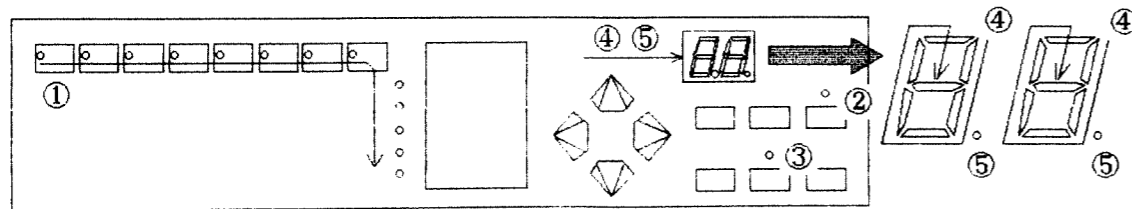

Fig. 2/図2
- 1-1 Upon entering this test, the LEDs are repeatedly turned on and off one by one in the order shown in Fig. 2. Verify intensity of LEDs.
- 1-1 テストモードに入るとすぐに、図2の順(この順番で何度も繰り返す。)で、LEDが1つずつ点灯するので、各LEDが正常に点灯するかどうか確認して下さい。
- B-2 出力波形が、400±20mVp-p であることを確認して下さい。(波形図2を参照して下さい。)
Waveform 2/波形図2